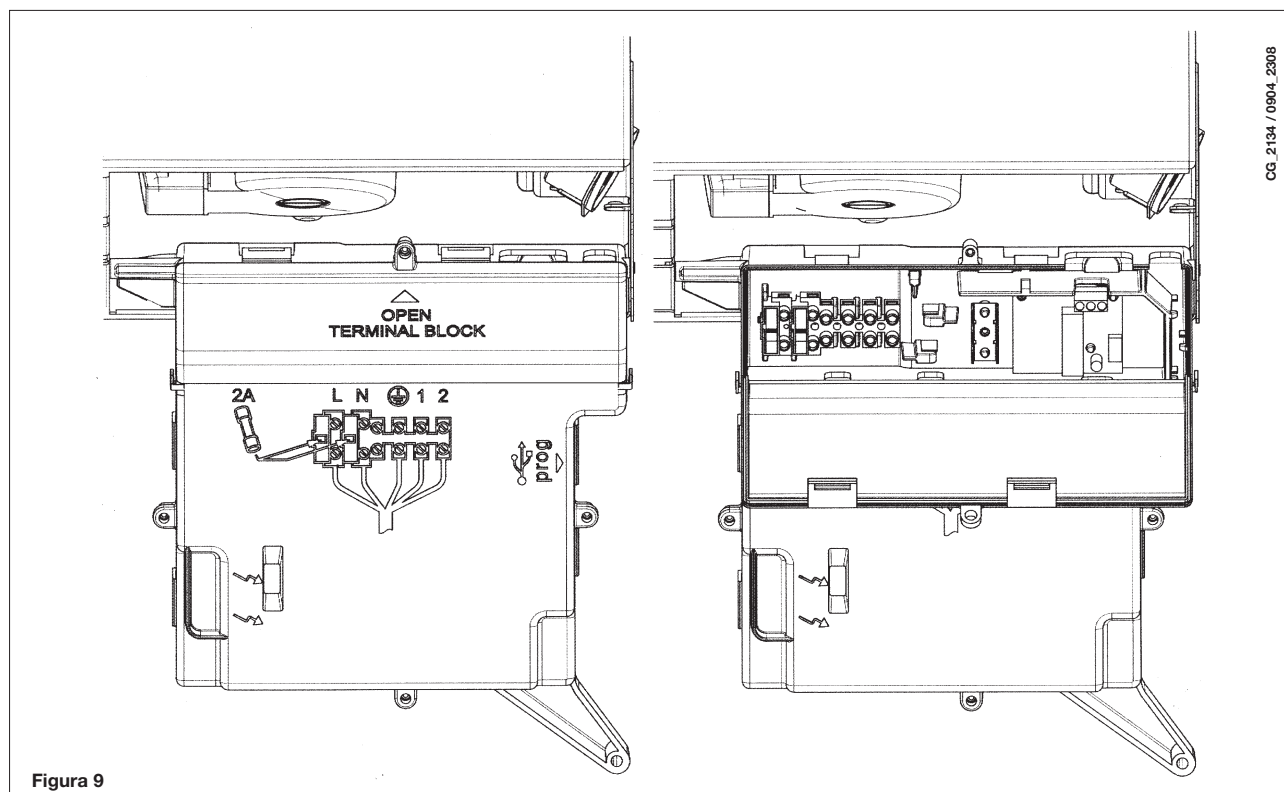

Figura 9
- quite la tapa para acceder a la zona de las conexiones eléctricas (figura 9).
- acceda a la bornera de alimentación (figura 9) como se describe en el capítulo anterior;
- quite el puente entre los bornes (1) y (2);